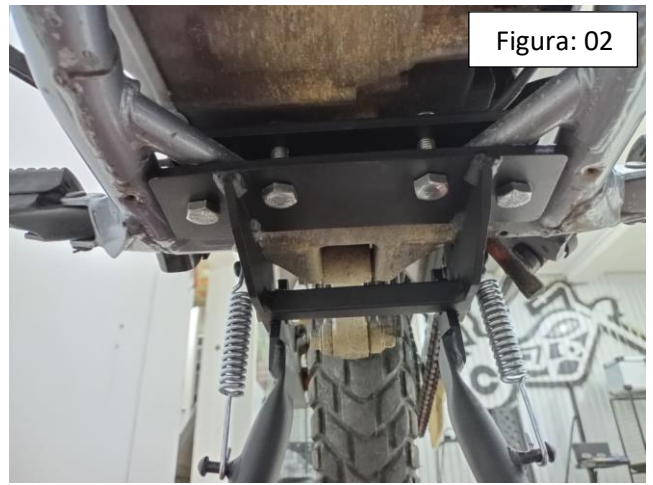

Figura: 02
**02-**Em seguida posicione a chapa de fixação maior (item 02) abaixo do quadro unindo junto a chapa de fixação menor (item 03), utilize os parafusos M10x40 e porca travante M10 (item 04 e 07), cuidado para não dar aperto excessivo pois o mesmo pode deformar o quadro. Observe Fig. 02, 03 e 04;